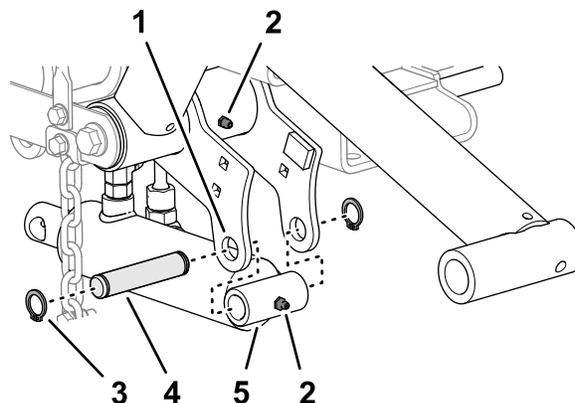

Рисунок 12
1. Совместите конец гидроцилиндра подъема со стороны крышки с отверстиями во фланцах левого подъемного рычага (Рисунок 12).
2. Установите гидроцилиндр на фланцы с помощью монтажного штифта и 2 стопорных колец (Рисунок 12).
3. Заправьте консистентной смазкой № 2 на литиевой основе масленки на подъемном рычаге и гидроцилиндре (Рисунок 12).